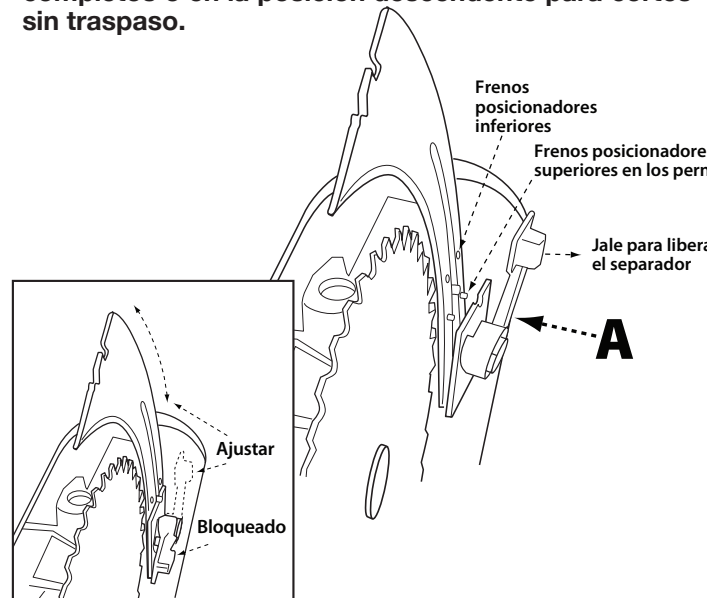

FIGURA 16
3. Jale la palanca de desbloqueo del separador (A) para liberar el separador del mecanismo de sujeción. Vea la Figura 16.